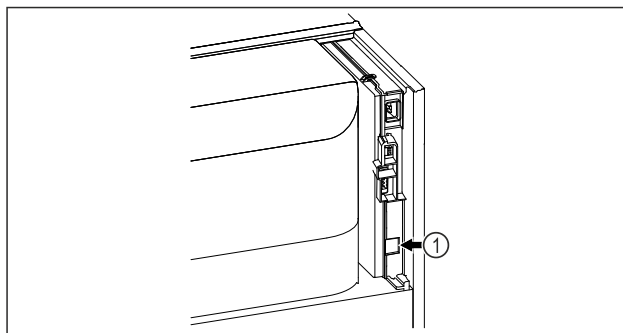

Fig. 144
- Vstavljen je SmartModule Fig. 144 (1).